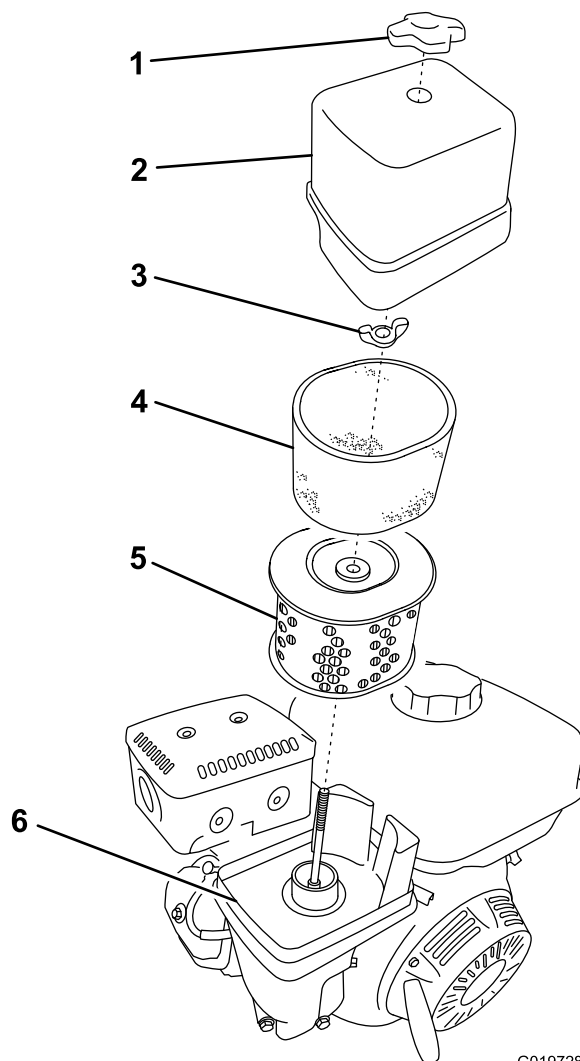

Figure 41
3. Retirez l'écrou de fixation du couvercle (Figure 41).
5. Déposez les éléments en mousse et papier de la base (Figure 41).
6. Sortez l'élément en mousse de l'élément en papier (Figure 41).